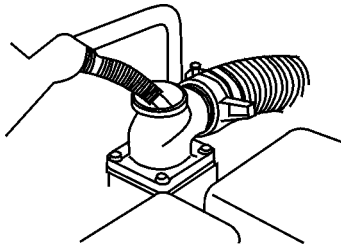

Fig. 29 – Limpiando la bomba
- f. Ponga agua limpia en la bomba (fig. 29) para realizar la limpieza de posibles residuos. Espere hasta que toda el agua escurra;